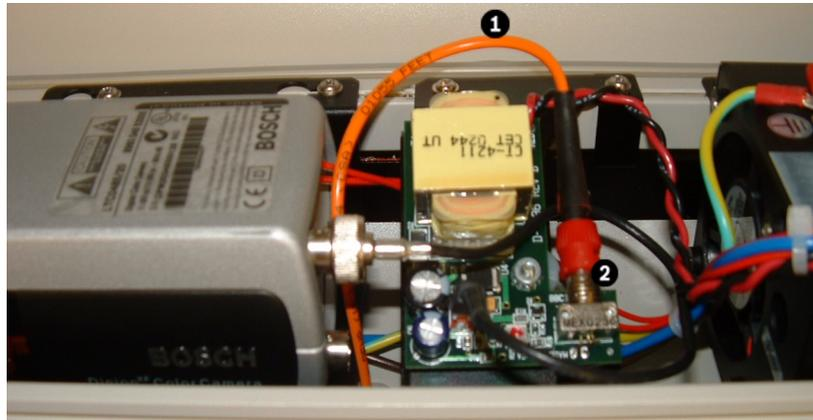

Figura 4.4 Conecte el cable de fibra óptica al transmisor
7. Conecte el cable Cat5/Cat6 al conector de red en la parte posterior de la cámara. Consulte la *Figura 4.4*.